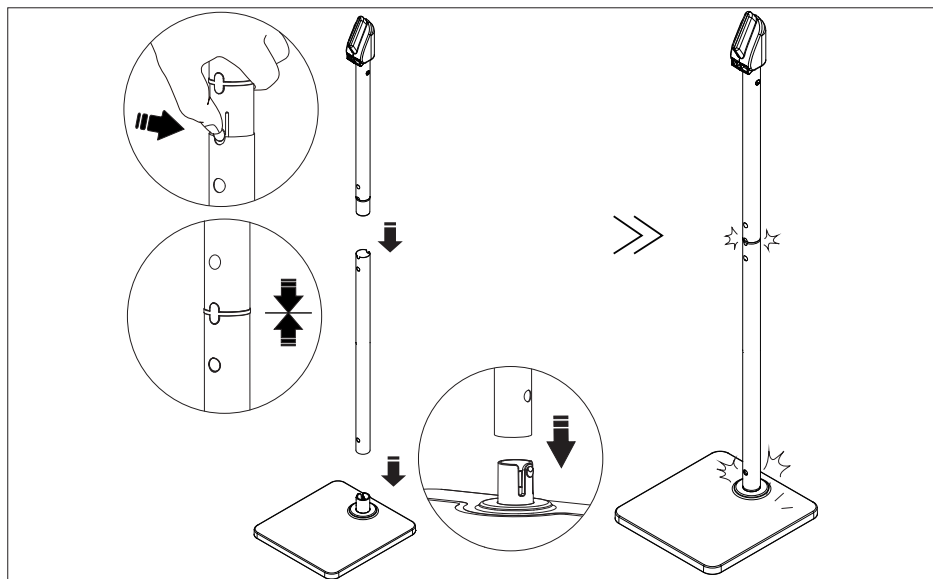

Abb. 3 – Montage Standhalterung
- ▶ Setzen Sie die Teile wie in Abb. 3 dargestellt zusammen.
- ▶ Stecken Sie hierzu das untere Standrohr (19), mit der Markierung **1**, in den Standfuß (17) und dann das obere Standrohr (18), mit der Markierung **2**, in das untere Standrohr.
- ▶ Befestigen Sie den Zubehöralter (16) an dem oberen Standrohr (18).